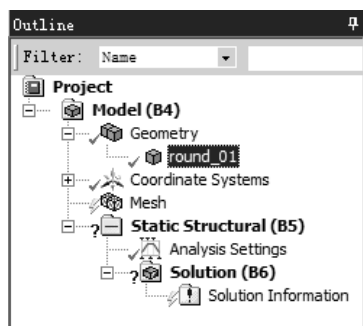

图 2.2.11 选择几何体
(1) 在图 2.2.11 所示的窗口中选中 **round_01** 几何体对象。